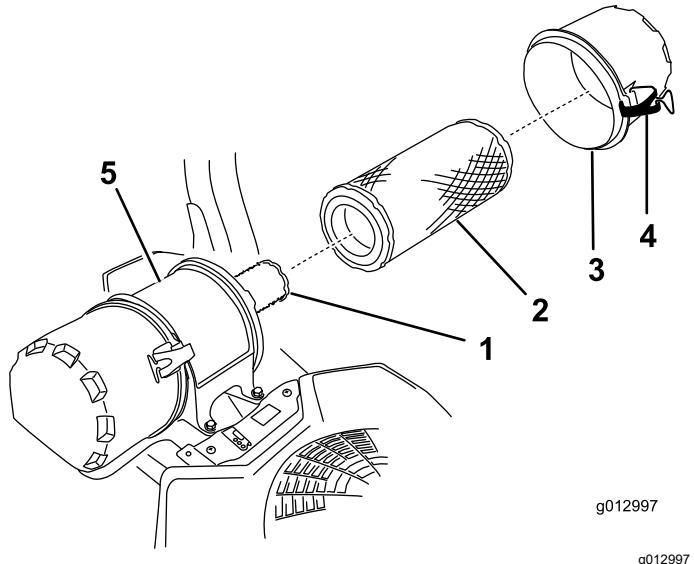

Figura 32
- Abra los cierres del limpiador de aire y tire de la tapa de la entrada de aire para separarla del cuerpo del limpiador de aire (Figura 32).
- Extraiga con cuidado el filtro exterior del cuerpo del limpiador de aire (Figura 32).
- Si va a cambiar el filtro interior, deslícelo cuidadosamente en el cuerpo del filtro (Figura 32).
- Deslice cuidadosamente el filtro exterior por encima del filtro de seguridad (Figura 32).